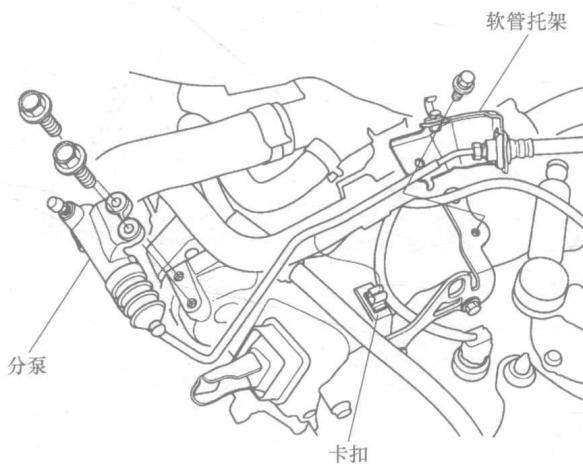

图 2-6 取出离合器分泵
- 10) 拆下离合器软管托架和分泵。从卡扣上拆下离合器管路，然后小心地取出分泵以免弄弯离合器管路，如图 2-6 所示。